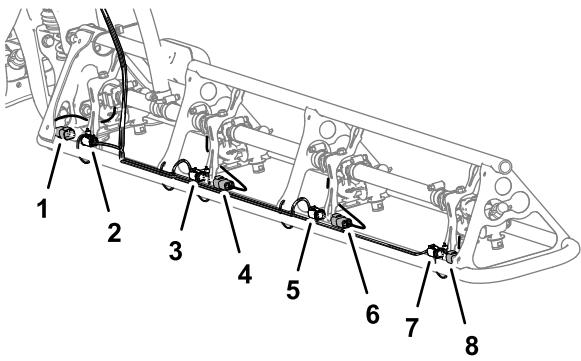
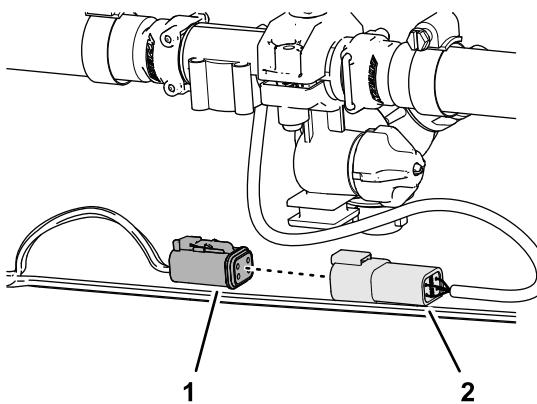

Figure 125
Figure 126
1. Acheminez le faisceau de câblage arrière étiqueté LEFT (gauche) à travers le collier en R, le long du flexible de section et vers l'extérieur, le long du bas, à l'avant du cadre de section gauche (Figure 124 et Figure 125).
2. Insérez le connecteur de faisceau arrière L1 dans le connecteur de débitmètre L1 (Figure 125 et Figure 126).
3. Insérez le connecteur de faisceau arrière L2 dans le connecteur de débitmètre L2 (Figure 125 et Figure 126).
4. Insérez le connecteur de faisceau arrière L3 dans le connecteur de débitmètre L3 (Figure 125 et Figure 126).
5. Insérez le connecteur de faisceau arrière L4 dans le connecteur de débitmètre L4 (Figure 125 et Figure 126).